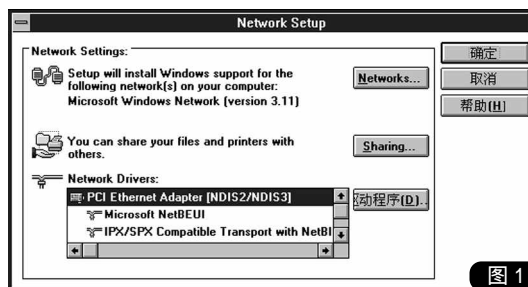
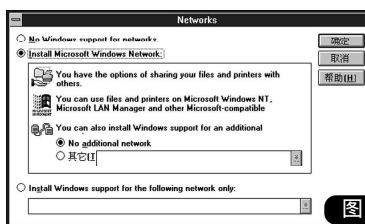
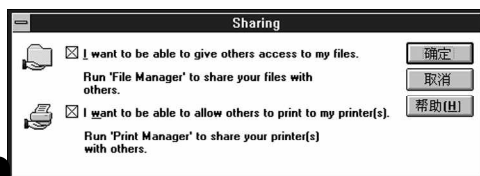
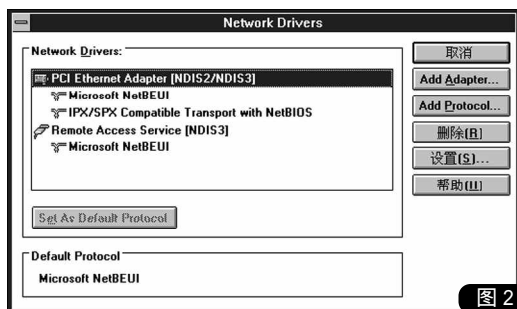

图 19
图 20
图 21
图 22
现图 19 所示“Network Setup”窗口，选择“Networks”选项，在随后出现的图 20 窗口中选择
钮，将出现图 21 所示“Sharing”窗口，此窗口中上、下两个选项分别是共享文件和打印机，可根据实际需要选择；③ 设置网卡参数及网络协议。单击图 19 中的“驱动程序”（Drivers）按钮，将出现图 22 所示的
“Network Drivers”窗口。点击“Add Adapter”按钮安装网卡驱动程序（最好选择从磁盘安装），并设置网卡的 I/O 和 IRQ 参数，当中断发生冲突时系统会自动告诉你并让你调整。接着选择图 22 窗口中的“Add Protocol”一项，安装所需的网络协议，建议选择“NetBEUI”协议。